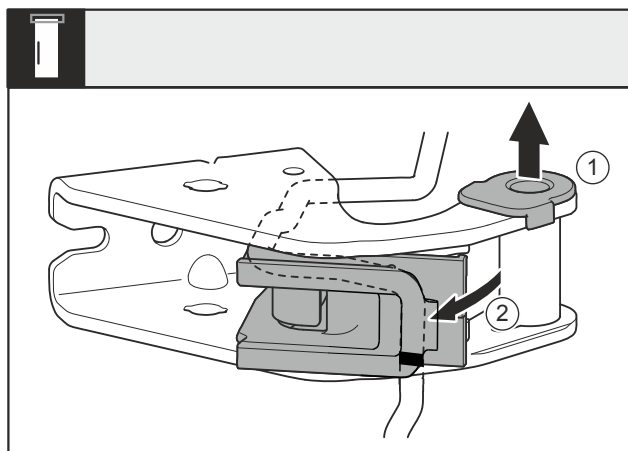

Fig. 25
- Extraiga el casquillo del cojinete Fig. 25 (1) de la guía.
- Gire el portacables Fig. 25 (2) hacia fuera.